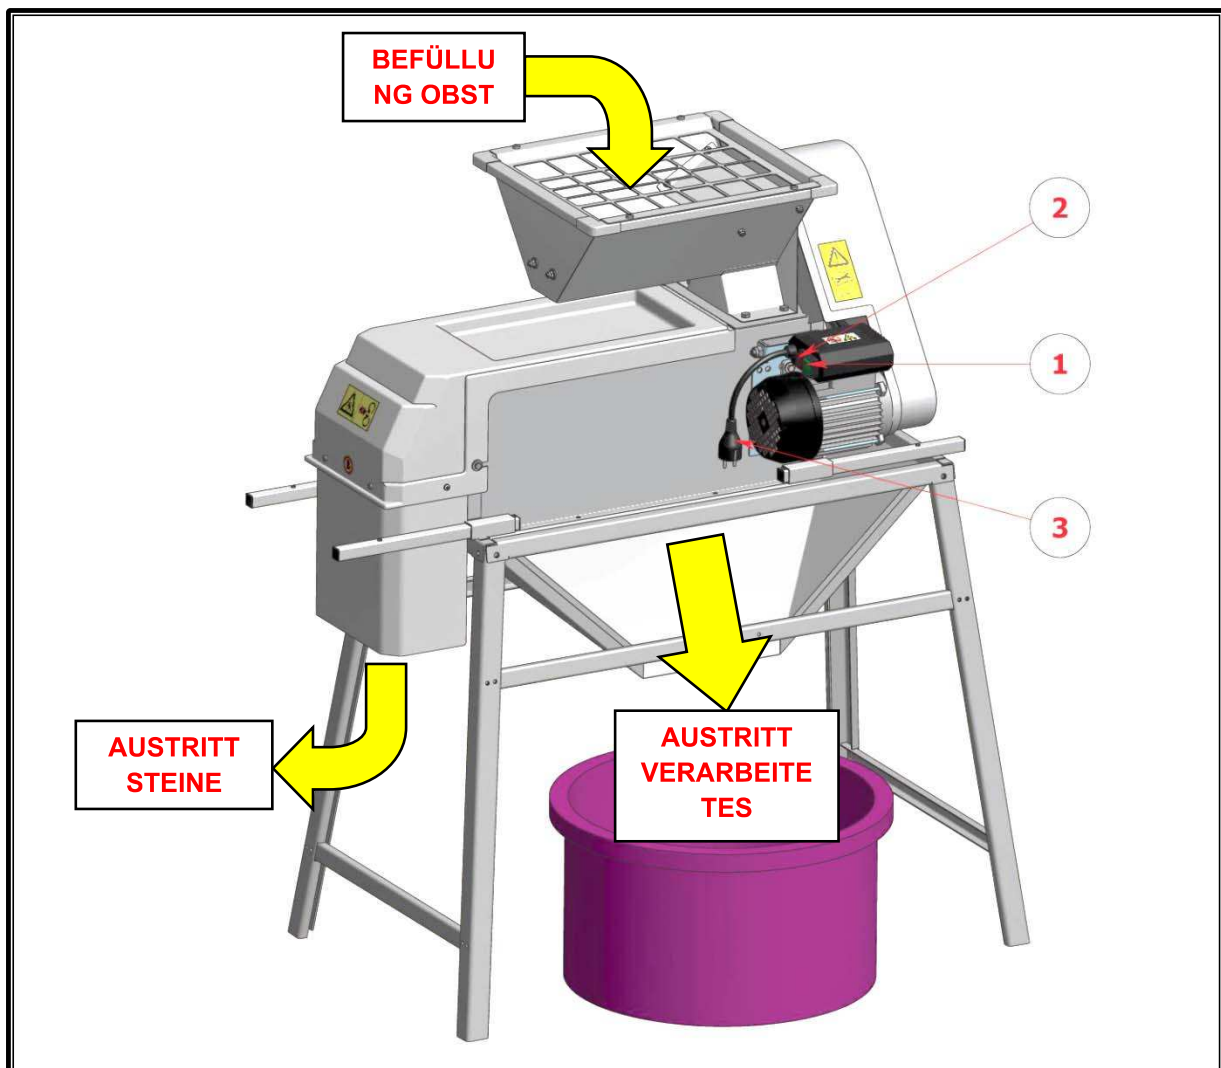

Abb. 5.2.1
Um die Maschine in Gang zu setzen, müssen die folgenden Vorgänge ausgeführt werden (siehe Abb. 5.2.1):
- 3) aus dem rückwärtigen Teil der Maschine tritt der saubere Stein aus und aus dem unteren Teil das verarbeitete Fruchtfleisch (siehe Abb.5.2.1).